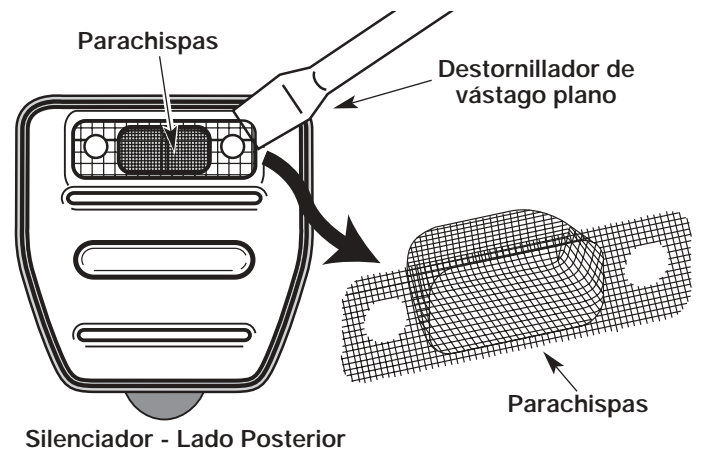

Fig. 39
4. Despegue cuidadosamente el parachispas con un destornillador de punta plana del orificio en bajo relieve (Fig. 39). Quite el parachispas del silenciador.
5. Limpie el parachispas con un cepillo de cerdas metálicas. Cámbielo si está dañado o si no lo puede limpiar completamente (Fig. 39).